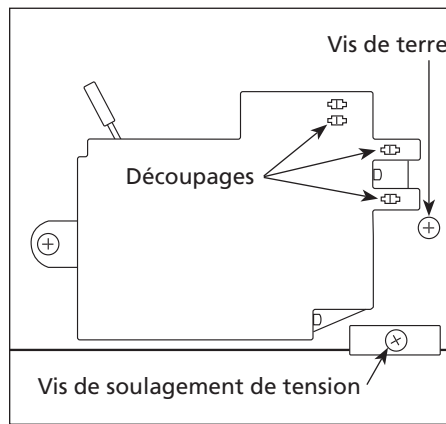

Figure 3
3. Situer les découpages au verso du manostat (Voir Figure 3). Introduire le bout d'un petit tournevis dans les découpages et appuyer afin de libérer les fils.
4. Enlever la vis de terre (Voir Figure 3).
5. Enlever la vis de soulagement de tension (Voir Figure 3).